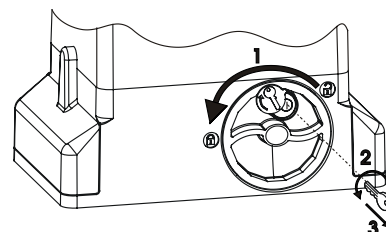

Рис. 22
- 1) Повернуть расцепляющую систему против часовой стрелки до положения остановки, рис. 22 пункт 1.
- 2) Повернуть ключ против часовой стрелки и вынуть из замка, рис. 22 пункты 2 и 3.